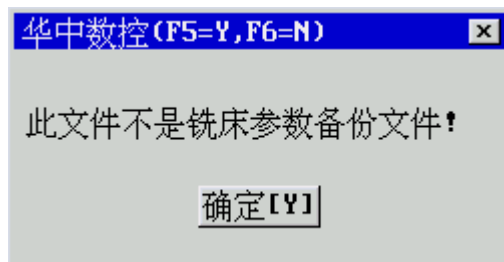

图 9.8.2 提示所选文件不是参数备份文件
- (3) 按 5.1.1 节的步骤(4)~(8) 选择恢复文件的路径和文件名；
- (4) 按 **Enter** 键，如果所选文件不是参数备份文件，弹出如图 9.8.2 所示对话框，否则从参数备份文件中装入参数。